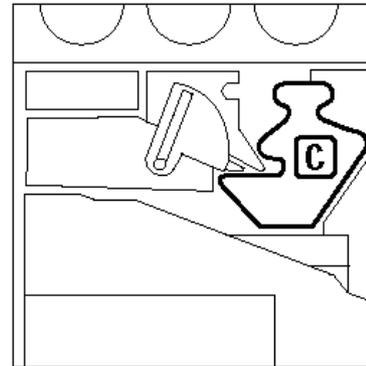

Figure 20 : Emplacement du flacon de récupération de développeur plein
- 3 Repérez le flacon de récupération de développeur (zone C figure 20).